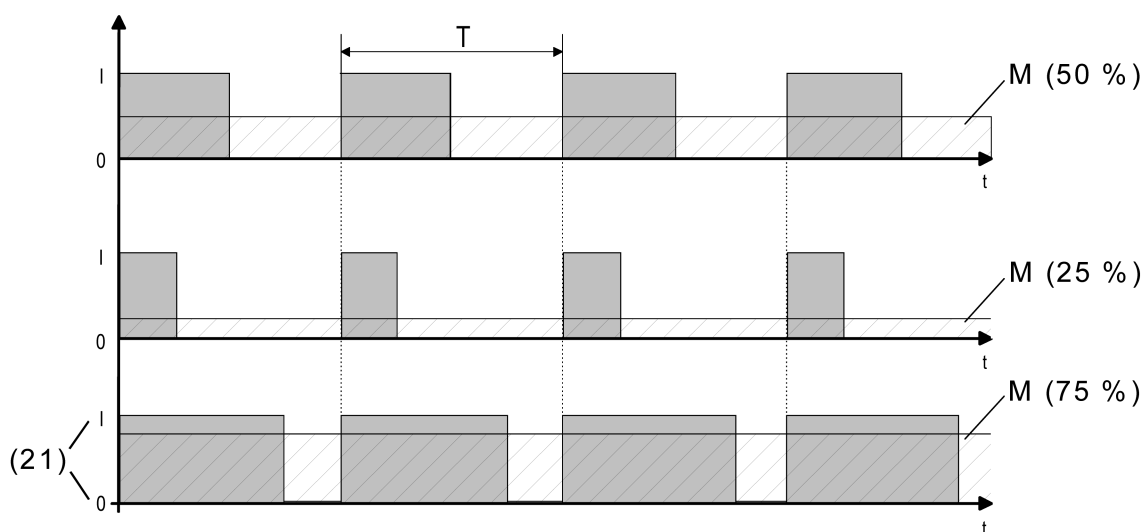

Bild 53: Pulsweitenmodulation eines Ventil-Ausgangssignals
Sobald der Raumaktor eine stetige Stellgröße oder einen in der ETS konfigurierten stetigen Ventil-Sollpositionswert an einem Ventilausgang einstellen soll, moduliert er das Ausgangssignal über die Einschalt-Pulsweite. Der aus dieser Modulation resultierende Mittelwert (M) des Ausgangssignals ist unter Berücksichtigung der im Aktor einstellbaren Zykluszeit (T) ein Maß für die gemittelte Ventilstellung des Stellventils und somit eine Referenz für die eingestellte Raumtemperatur (Bild 53).